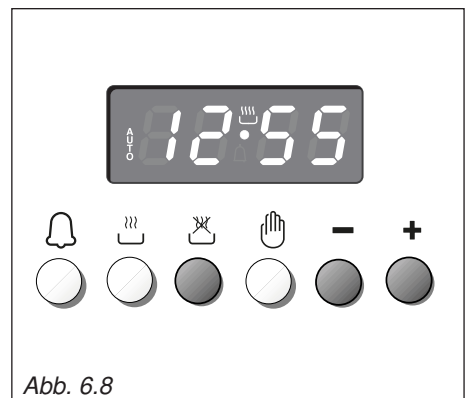

Abb. 6.8
1. Garzeit durch drücken der Taste  und der Taste $+$ oder $-$ einstellen (Abb. 6.8). (Taste $+$ erhöhen, Taste $-$ verringern).
2. Ende des Garvorgangs durch drücken der Taste  und der Taste $+$ oder $-$ einstellen (Abb. 6.8). (Taste $+$ erhöhen, Taste $-$ verringern).